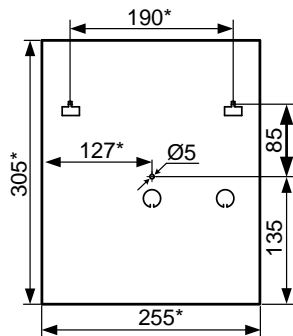

Рис. 1
3.2.2 Закрепить РИП на стене в удобном месте. Габаритно-установочные размеры указаны на рис. 1.